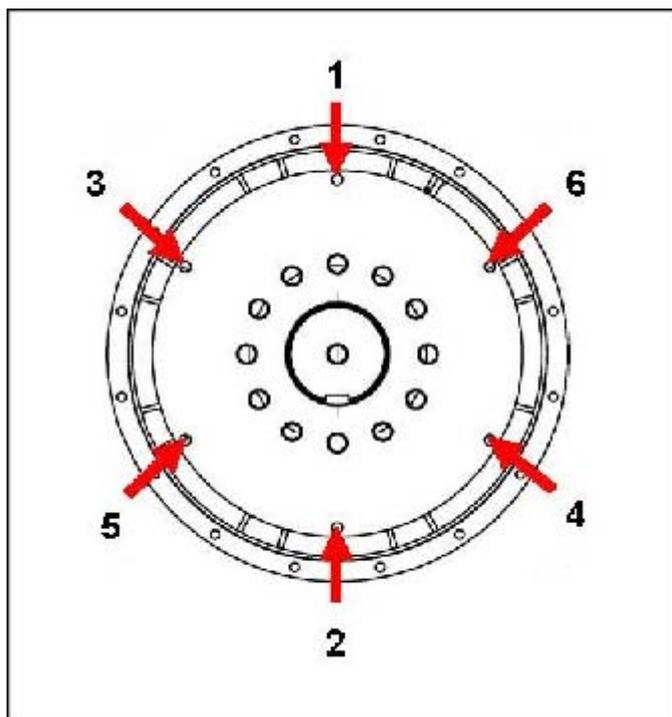

FIGURA 23. SECUENCIA DE FIJACIÓN AL VOLANTE
10. Apriete los pernos para fijar el disco de acoplamiento al volante, en la secuencia que se muestra en Figura 23 en la página 45